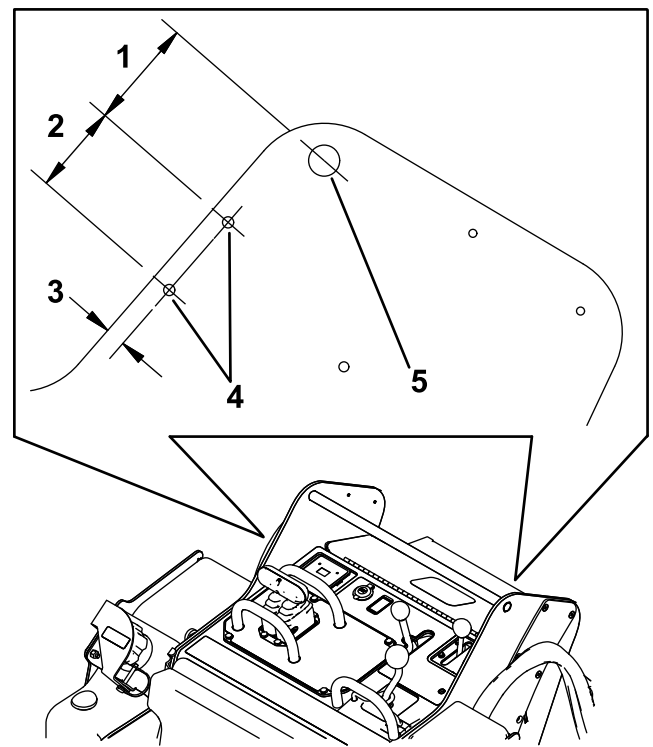

Figura 6
1. Misurate a partire dai bordi del telaio come illustrato in Figura 6 e contrassegnate la posizione dei fori per il montaggio della staffa dello schermo di protezione.